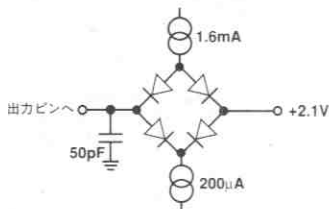

図1. アクセス時間試験用負荷回路
- 2 t_1 は図1の負荷回路で測定され、出力が0.8Vまたは2.4Vに達するまでに必要な時間として定義されています。